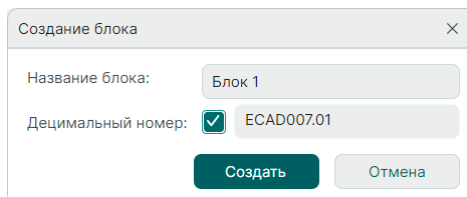

Рис. 262 Окно «Создание блока»
3. На экране отобразится окно «Создание блока», см. Рис. 262. В поле «Название блока» необходимо задать имя блока.